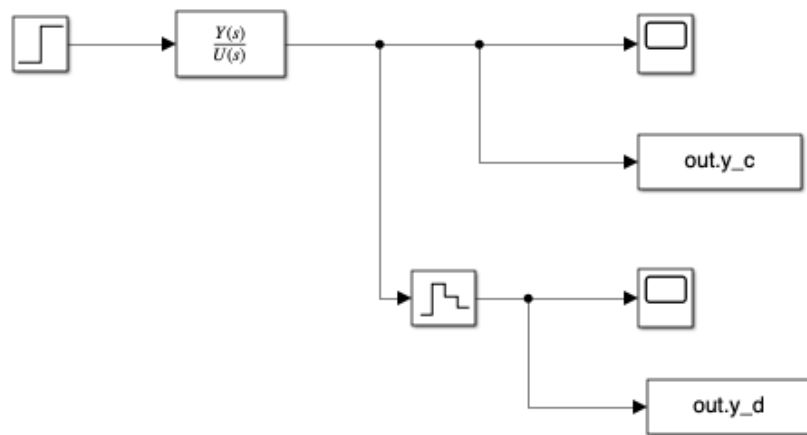

Figura 2: Diagrama de Simulink implementado
7. Utilizando o Simulink, implemente o diagrama da Figura 2 que faz a simulação do sistema contínuo em malha aberta submetido a uma entrada degrau.